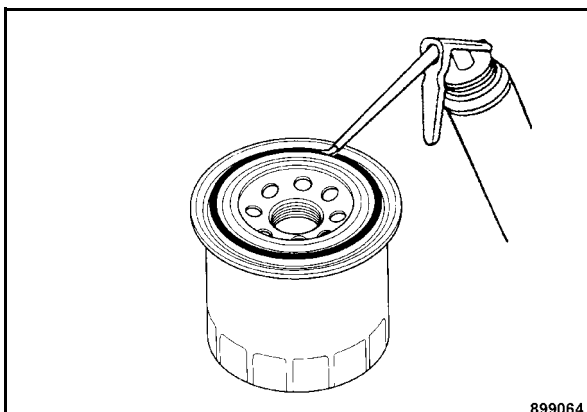

Fig. 112
- Oliare leggermente la guarnizione in gomma della nuova cartuccia del filtro (Fig. 112).